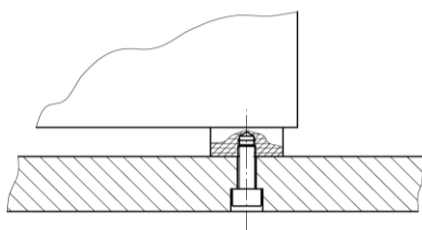

Figure 3
- WV avec plateau de base (reg. Figure 3)